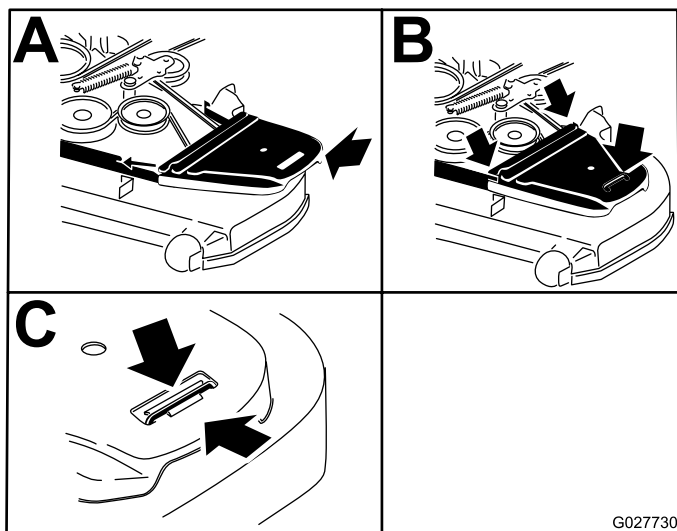

Figura 82
12. Instale las cubiertas de la correa (Figura 82).